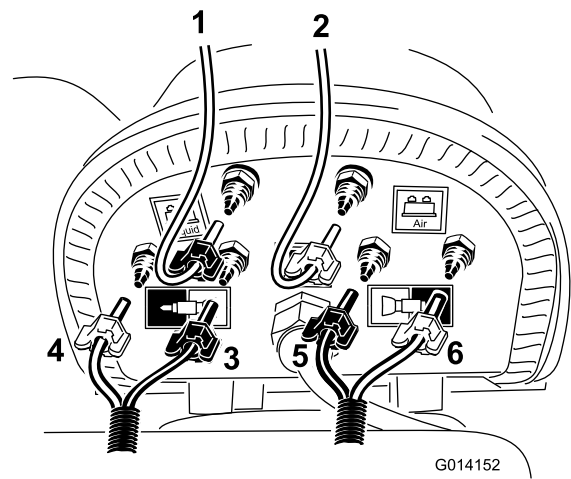

Figure 22
Remarque: Raccordez le tube transparent à l'embout **bleu** ou d'eau sur le compresseur illustré à la Figure 22. Fixez les deux tubes avec une bride bleue. La gaine des tubes devra être à nouveau coupée en raison de la longueur du réservoir.
- B. Localisez le flexible de boucle court coupé précédemment et raccordez le tube transparent à l'embout restant sur le bouchon noir du réservoir, comme illustré à la Figure 22.
- D. Localisez le flexible de mousse acheminé vers la rampe gauche et installez les tubes bleu et transparent aux emplacement indiqués à la Figure 22.
- E. Localisez le flexible de mousse acheminé vers la rampe droite et raccordez les tubes bleu et transparent aux emplacement indiqués à la Figure 22.